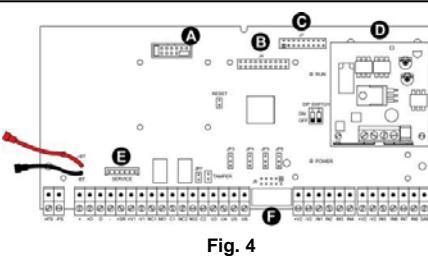

Fig. 4
- Inserire l'altra estremità del cavo Flat sull'apposito connettore di centrale in posizione F (fig.4).
- Insert the other end of the Flat cable into the appropriate control panel connector in position **F** (fig.4).